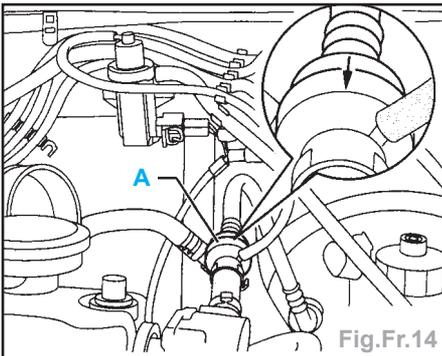

Fig.Fr.14
- Contrôler le clapet antiretour (**A**) (Fig. Fr.14) :